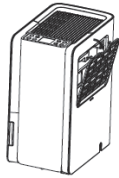

Рис. 5
8. Чистка фильтра (Рис. 5). Достаньте фильтр, промойте его в мыльной воде, прополощите в чистой воде, высушите и вставьте на место. В среднем, необходимо проводить чистку фильтров не реже чем раз в две недели при постоянном использовании, иначе производительность прибора может снизиться.